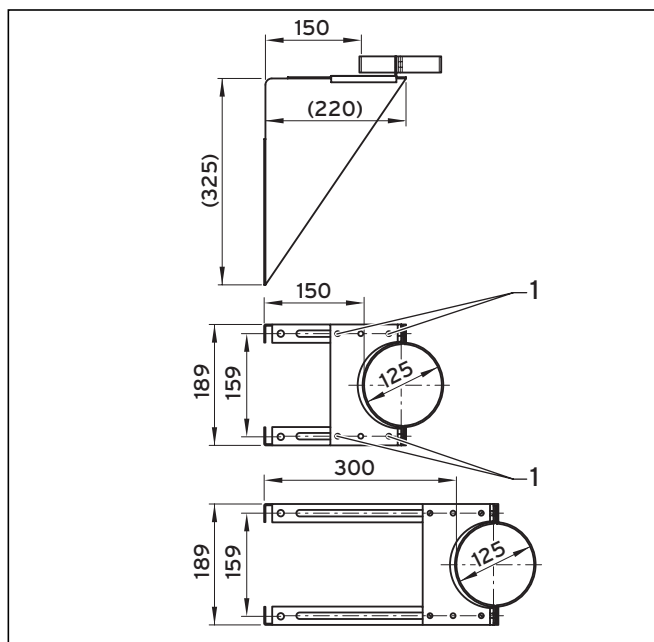

Рис. 6.20 Монтаж стенного кронштейна
- Выберите желаемое расстояние до стены и затяните 4 винта (1, рис. 6.20) в положении для монтажа.